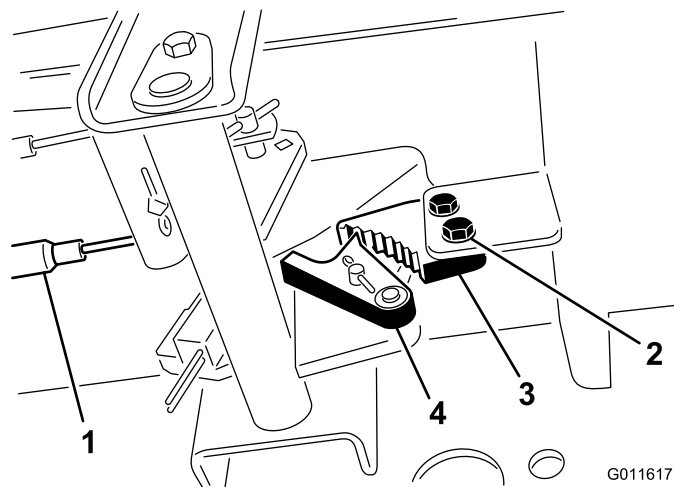

Figura 71
1. Afloje los 2 tornillos que fijan el trinquete del freno de estacionamiento al bastidor (Figura 71).
2. Pise el pedal del freno de estacionamiento hacia adelante hasta que la uña se engancha a fondo en el trinquete del freno (Figura 71).